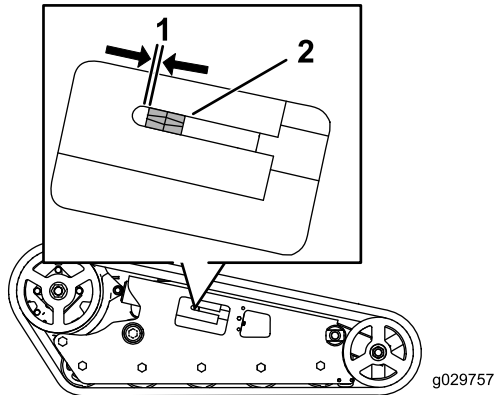

Bild 54
Die Spannmutter sollte einen Abstand von 0,64 cm von der Berührungslinie des Spannungsrohrschlitzes haben (Bild 54). Stellen Sie sonst die Kettenspannung mit den folgenden Schritten ein:
4. Drehen Sie die Spannschraube mit einem Sechskantschlüssel (1/2") nach links, bis der Abstand zwischen der Spannmutter und der Rückseite des Spannungsrohrs 0,64 cm beträgt, wie in Bild 54 abgebildet.
10. Drehen Sie die Spannschraube nach links, bis der Abstand zwischen der Spannmutter und der Rückseite des Gabelrohrs 0,64 cm beträgt (Bild 54).
10. Drehen Sie die Spannschraube nach links, bis der Abstand zwischen der Spannmutter und der Berührungslinie des Spannungsrohrschlitzes 0,65 cm beträgt (Bild 54).